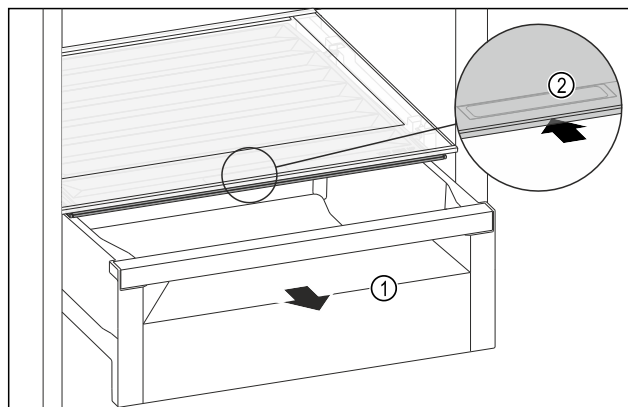

Fig. 152
- ▶ Zásuvku Fig. 152 (1) vytáhněte.
- ▶ Uchopte prohlubeň pro rukojeť Fig. 152 (2) na víku zásuvky a současně zasuňte víko zásuvky směrem dozadu.